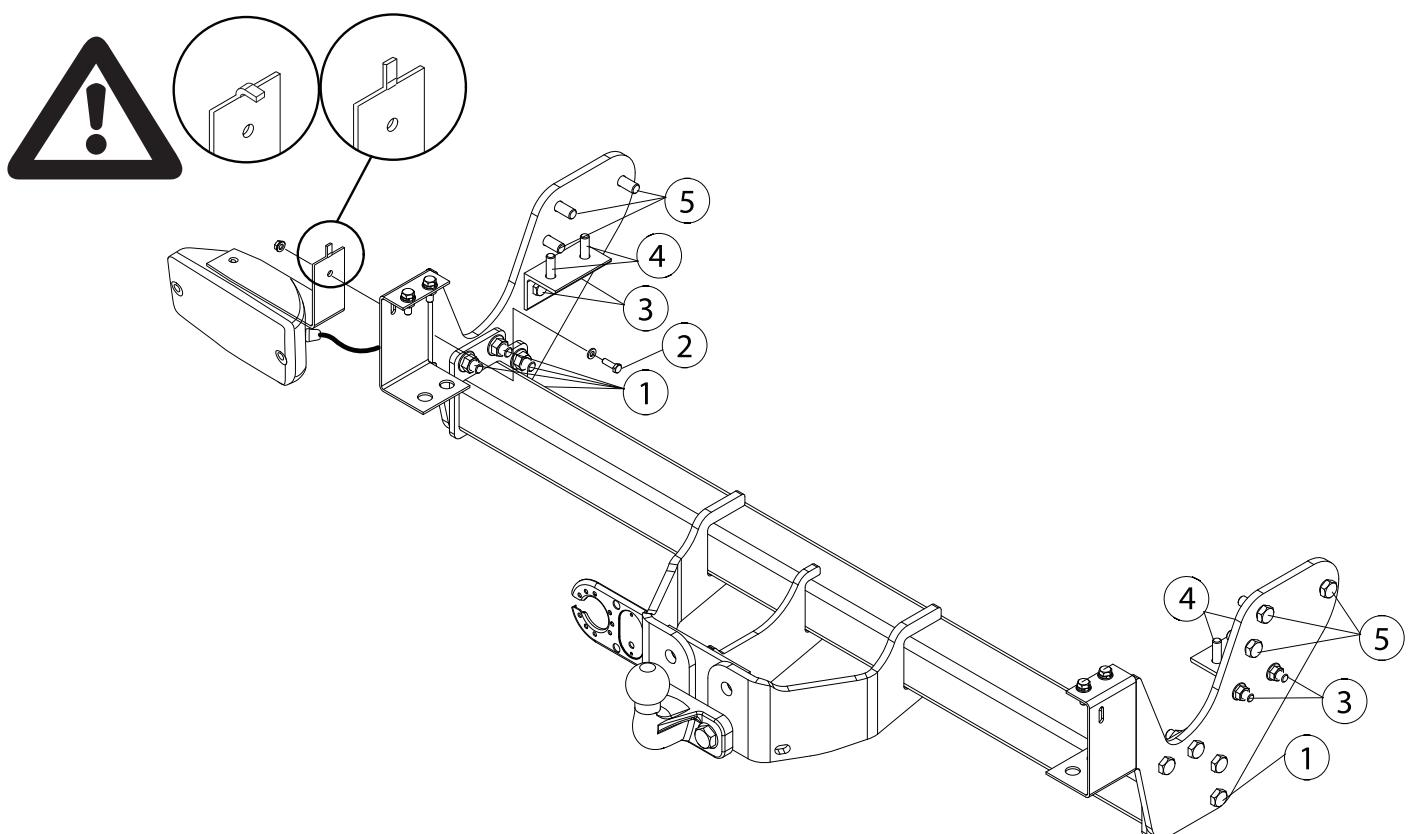

Fig. 1
10. Затянуть все болты и гайки в соответствии со значениями, указанными на рисунке. См. рисунок 1.
10. Tighten all nuts and bolts to the torque indicated in the drawing. See figure 1.